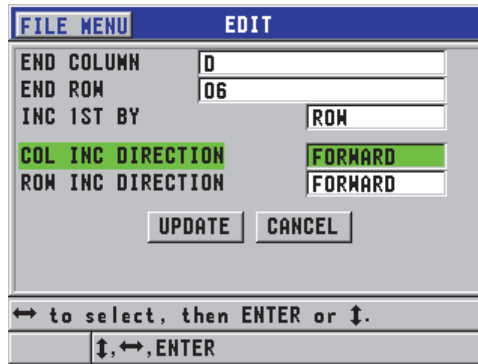

Figura 6-30 Exibindo a tela de edição da grade
3. Para arquivos de tipo grade, selecione **CONTINUE**, e então, na segunda página da tela **EDIT** (veja Figura 6-30 na página 124):